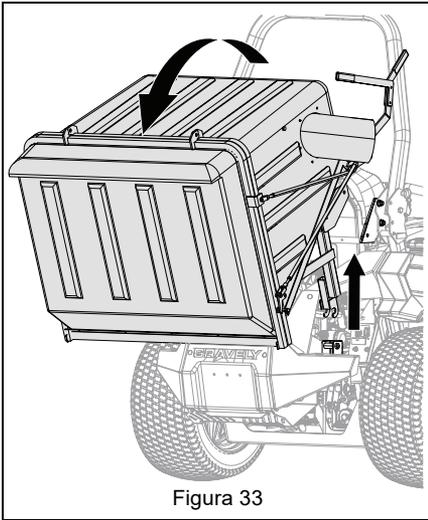

Figura 33
2. Quite los pasadores de los soportes ROPS y gire la embolsadora hacia atrás. Saque los brazos de la embolsadora de los bastidores traseros. Consulte Figura 33.